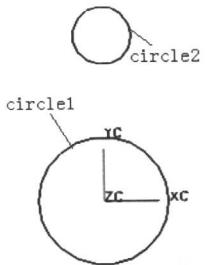

图 1-4 生成圆 2
(2) 用同样的方法以 $XC=0.0$ 、 $YC=52.0$ 、 $ZC=0.0$ 为圆心做一直径 $D=18$ 的圆 (circle2)，如图 1-4 所示。